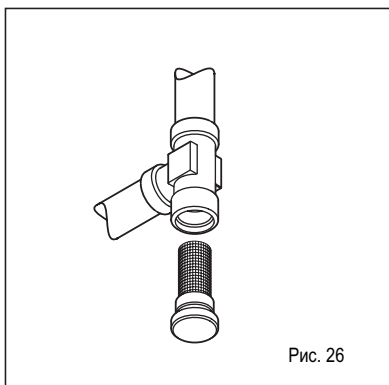

Рис. 26
4.6.2 Очистка фильтра горячей воды первичного контура (рис. 26)